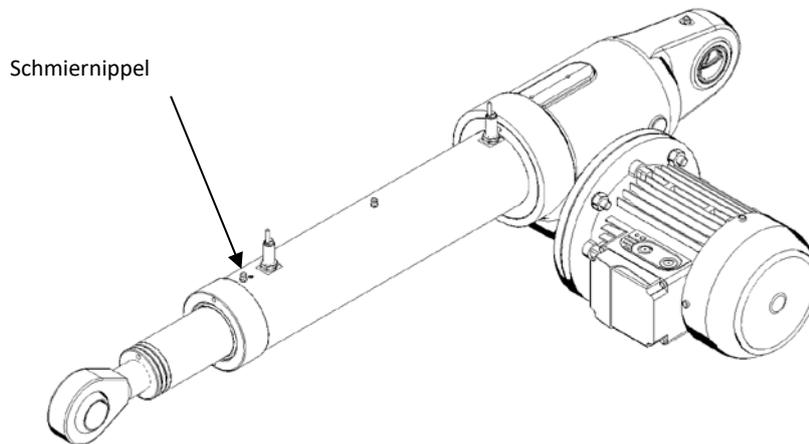

Abbildung 9.3 – Schmiernippel der Schubstangenführung
- Schmieren Sie die Schubstangenführung wie in Abb. 9.3 dargestellt an dem entsprechenden Schmiernippel.